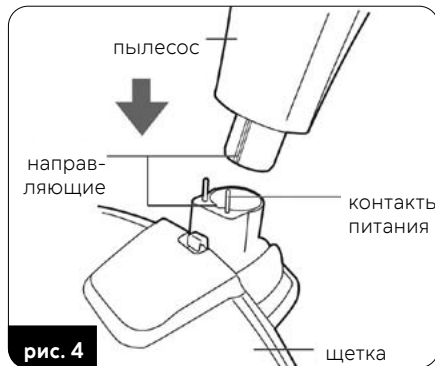

рис. 4
6. Установите электрическую щетку (14) в нижнее гнездо главного держателя. Обратите внимание на деликатные контакты питания, чтобы не повредить их. Главный держатель снабжен направляющей, позволяющей установить электрощетку в одном правильном положении (рис. 4).